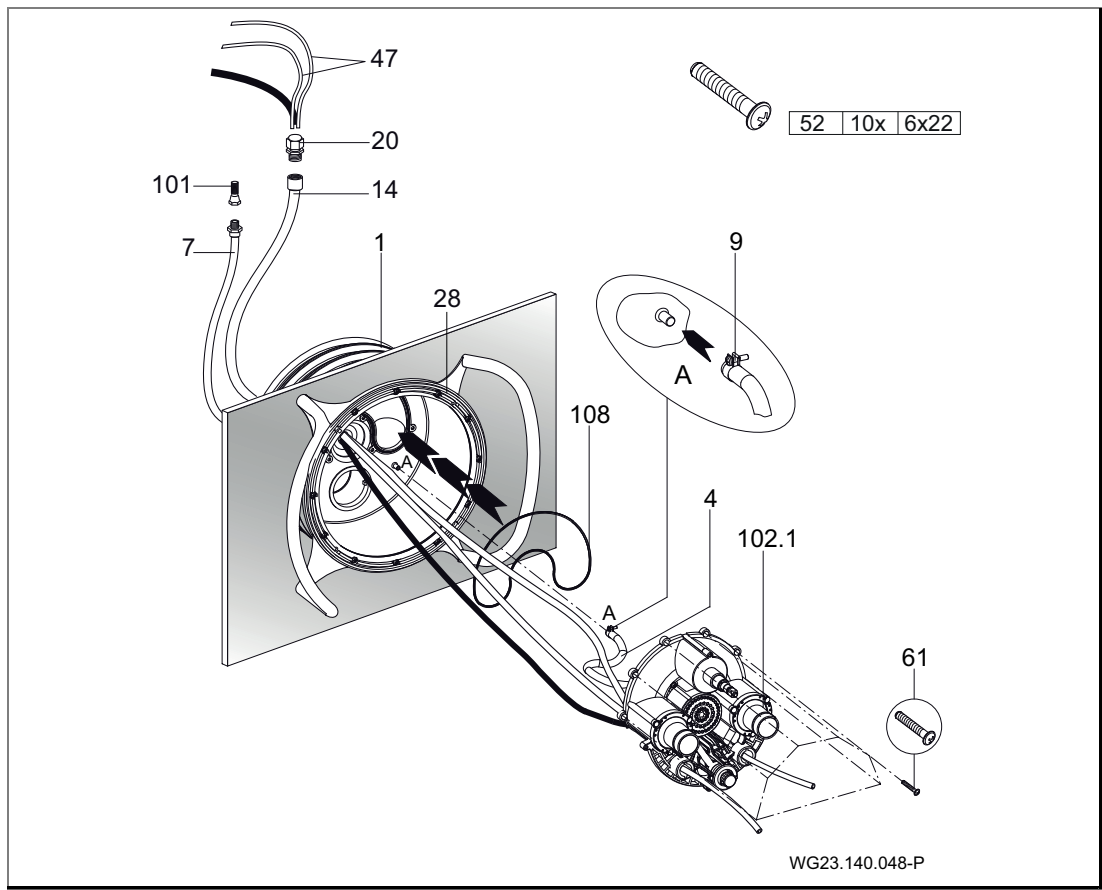

Рис. 16
2. Вставить кольцо круглого сечения (108) во встраиваемый корпус (1). (Рис. 16)
3. Вкрутить десять прилагаемых самонарезающих винтов (61) в корпус сопел. Приставить предварительно смонтированный корпус сопел (102.1) к встраиваемому корпусу (1). (Рис. 16)
4. Провести пневматические шланги (47) и кабели прожектора через защитный шланг (14) и уплотнить с помощью кабельного резьбового соединения (20). (Рис. 16)
5. Внутренний воздухопровод (4), который уже полностью предварительно смонтирован на корпусе сопел (102.1) или ручке регулировки воздуха, с помощью шлангового зажима (9) прикрепить к встраиваемому корпусу (1). (Рис. 16)
6. Провести пневматические шланги через нижние или наружные отверстия корпуса сопел (102.1), включение/выключение света слева; включение/выключение насоса справа. (Рис. 16)
7. Выровнять весь корпус сопел (102.1) на встраиваемом корпусе (1) и прикрутить с помощью десяти предварительно смонтированных самонарезающих винтов (61). (Рис. 16)